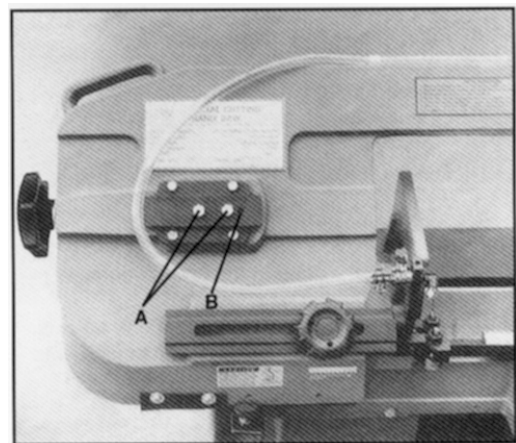

Fig.13
5. Draai de bouten los (A, Fig.13).
6. Draai aan de klemschroef (B) terwijl de loop van de lintzaag op het wiel in het oog wordt gehouden. Draai de klemschroef in wijzerzin om de lintzaag dichter bij de radkrans te doen lopen. Draai de klemschroef tegen de wijzers van de klok in om de lintzaag verder weg van de radkrans te doen lopen.
7. Als de loop afgesteld is, draai dan de bouten (A) aan.